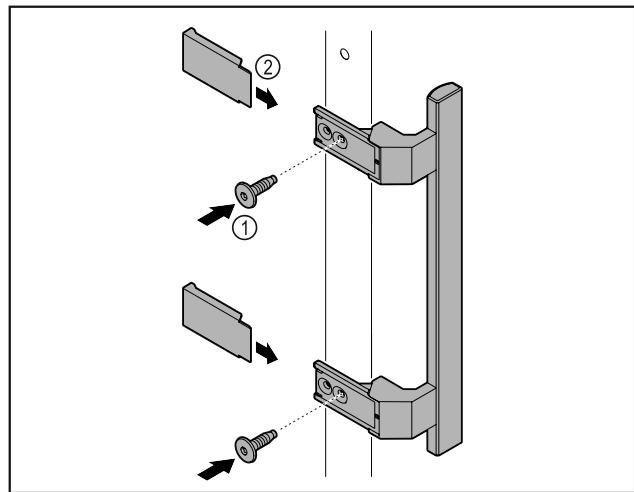

Fig. 2
- Монтирайте дръжката от пакета с принадлежности с приложените винтове Fig. 2 (1) на вратата.
- Нахлузете капака Fig. 2 (2).